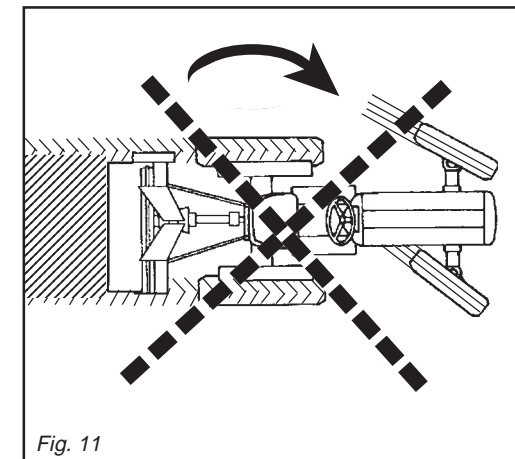

Fig. 11
Evitare di far girare a vuoto (fuori del terreno) la zappatrice. Durante il lavoro evitare di effettuare curve con la macchina interrata, ne tantomeno lavorare in retromarcia (Fig. 11, 12). Sollevarla sempre per i cambiamenti di direzione e le inversioni di marcia. Durante il trasporto, od ogni qualvolta si renda necessario il sollevamento della zappatrice, è opportuno che il
*Never allow the steerage hoe to operate out of the soil. During work, avoid turning corners while the implement is soil working. Never work in reverse (Fig. 11, 12). Always raise the implement in order to reverse or change direction.*
Vermeiden Sie es, die Hackfräse unbelastet (außerhalb der Erde) laufen zu lassen. Wenn das Gerät unterirdisch arbeitet, keine Kurven fahren und auch nicht rückwärts fahren (Abb. 11, 12). Das Gerät zum Ändern der Richtung und zum Wenden immer ausheben. Während des Transportes, jedesmal wenn das Ausheben des Gerä-
*Evitez de faire tourner l'appareil à vide (hors du sol). Pendant le travail évitez les virages quand la houe est enterrée ou bien en marche arrière. Relevez toujours l'appareil lors des changements de direction et des inversions de marche (Fig. 11, 12). Pendant le déplacement et chaque fois qu'il faut relever la houe, veillez à ce que le*
Evitar hacer girar en vacío (no apoyada sobre el terreno) la binadora. Durante el trabajo evitar efectuar curvas con la máquina enterrada y no trabajar marcha atrás. Alzarla siempre para cambiar de dirección y para las inversiones de marcha (Fig. 11, 12). Durante el transporte, cada vez que se hace necesario alzar el equipo, es conve-